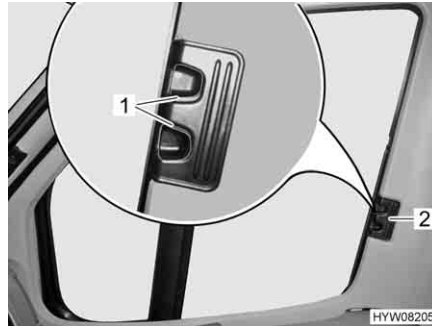

Fig. 12 Tendina oscurante pieghevole (finestrino del conducente/passeggero)
- Inserire la tendina oscurante pieghevole per la maniglia (Fig. 12,2) fino all'arresto.
- Fare innestare le maniglie di sbloccaggio (Fig. 12,1).